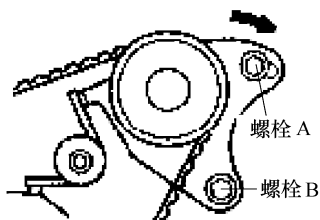

图 8-55 拧紧张紧器螺栓顺序
7) 拧紧螺栓 A, 如图 8-55 所示。
8) 拧紧螺栓 B, 如图 8-55 所示。
- 如果先拧紧螺栓 B, 则张紧器会一起转动, 造成对正时带施加一个不适当的张力, 如图 8-55 所示。